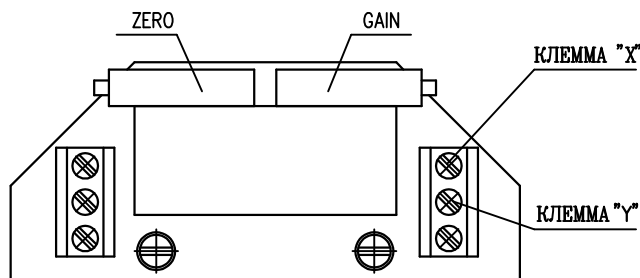

Рис. 7
**4.4.2 EPV - 3-проводниковое включение (рис.7)**
Установте датчик сопротивления на основании инструкций в предыдущей главе так, что величину сопротивления измеряйте на клеммах X-Y (рис.7). (употреблен датчик с сопротивлением 2000Ω или 100Ω)
Поворачиванием устанавливающего триммера ZERO (рис.7) установите величину выходного сигнала тока, измеряемого на клеммах 81-82, на величину 0 мА или 4 мА.
Поворачиванием устанавливающего триммера GAIN (рис.7) установите величину выходного сигнала тока, измеряемого на клеммах 81-82, на величину 20 мА или 5 мА.
- Установте датчик сопротивления на основании инструкций в предыдущей главе так, что величину сопротивления измеряйте на клеммах X-Y (рис.7).
- Поворачиванием устанавливающего триммера ZERO (рис.7) установите величину выходного сигнала тока, измеряемого на клеммах 81-82, на величину 4 мА.
- Поворачиванием устанавливающего триммера GAIN (рис.7) установите величину выходного сигнала тока, измеряемого на клеммах 81-82, на величину 20 мА.